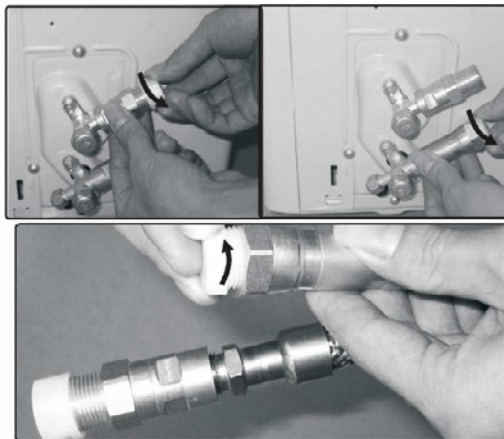

Fig. 6.2
2. Verwijder de plastic dichtingen van de buitenunit en de leidingen met koelmiddel pas net vooraleer u ze aansluit, Afb. 6.2.